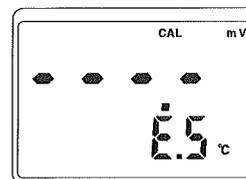
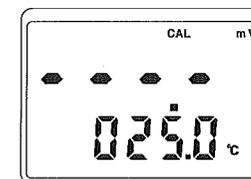

図 17
図 18
(1)ATC pHセンサー⑭のBNCコネクターを本体のBNCジャック②に差込み、温度センサーのプラグを温度センサー用ジャック③へ差込みます。
(2)スライドスイッチ⑤をmVの位置にしてからCALボタンを2秒以上長押しすると画面上部に"CAL"表示が現れ校正モードになります。
(4)pHセンサーからセンサーキャップ⑮を外し、pHセンサーを液体に浸し、表示値が安定するまで待ちます。液体の温度が25±5℃以外の場合は"E5"と表示されるので、液体の温度を25±5℃以内にしてください。(図17, 図18)